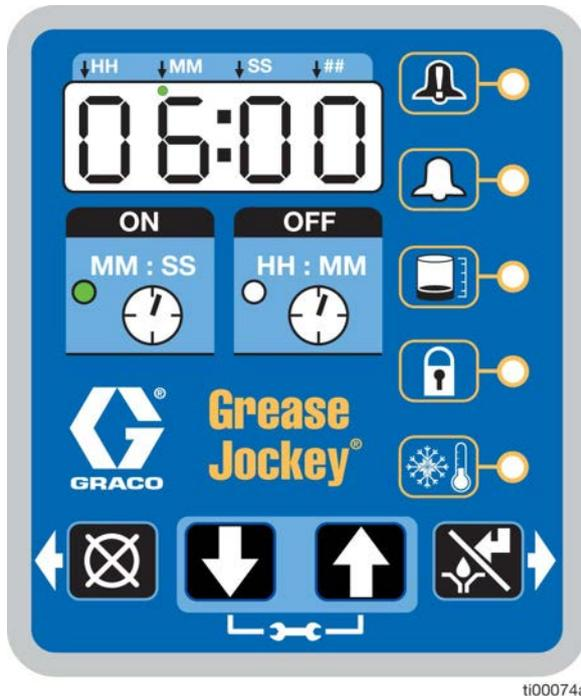

FIG. 37
- Cuando el recuento de tiempo OFF llega a cero (0), la bomba se activa y funciona durante el ciclo de tiempo ON programado (FIG. 37).
- El ejemplo mostrado en la FIG. 37 indica un tiempo ON de 6 minutos antes de la finalización del ciclo de lubricación.